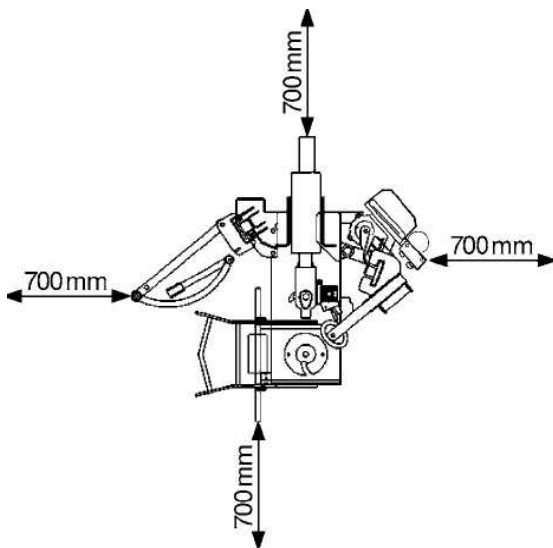

Fig. 4 Рис. 4
- На месте установки должно быть обеспечено указанное минимальное пространство, Рис. 4 – 4/а, необходимое для того, чтобы все детали станда работали правильно и без ограничений.
На месте установки шиномонтажного стенда должен быть источник сжатого воздуха с минимальным рабочим давлением системы 8 бар. После окончательной установки стенда снимите штифт безопасности, который не позволяет рычагу случайно опрокинуться (Рис. 4б).